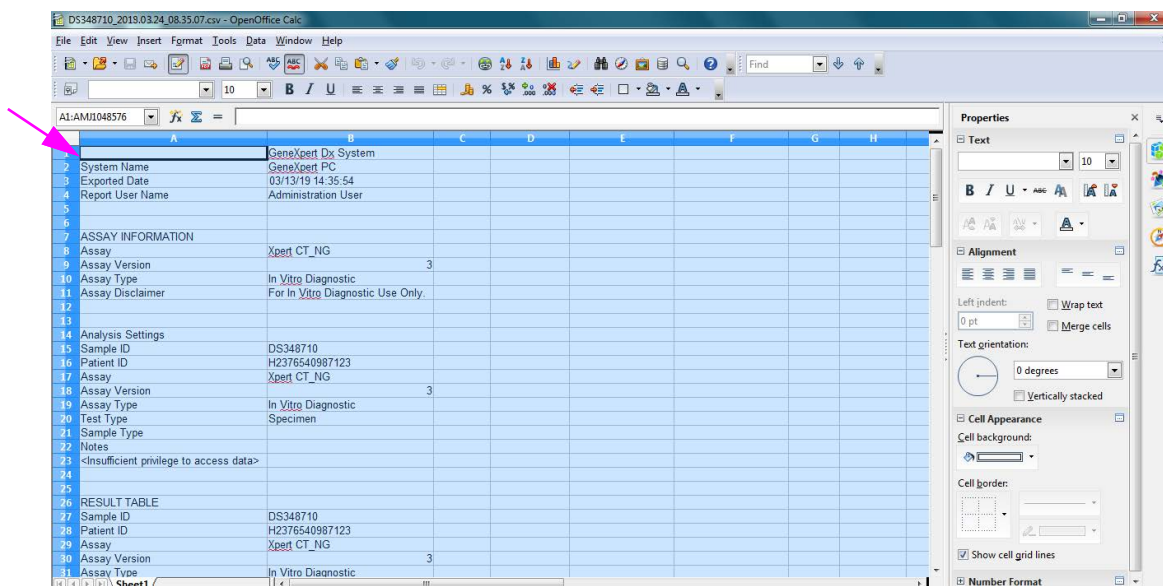

Figure 5-65. Toutes les cases sont sélectionnées
4. Une fois le fichier ouvert, cliquez sur le coin supérieur gauche du tableau pour sélectionner toutes les cases, comme illustré dans la Figure 5-65.